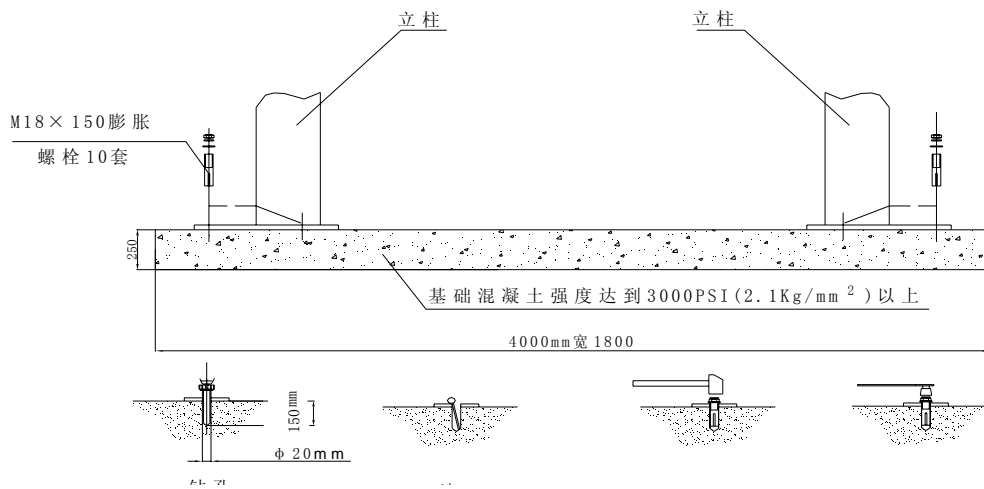

图7
6.5.1 待混凝土完全凝固达到预定强度后，在用户要求安装的地方竖起二立柱，确定举升机的主体尺寸。确保立柱与地面垂直后，二立柱底板与地面的间隙用铁片和混凝土填实，用M18x150 膨胀螺柱紧固（图7）。